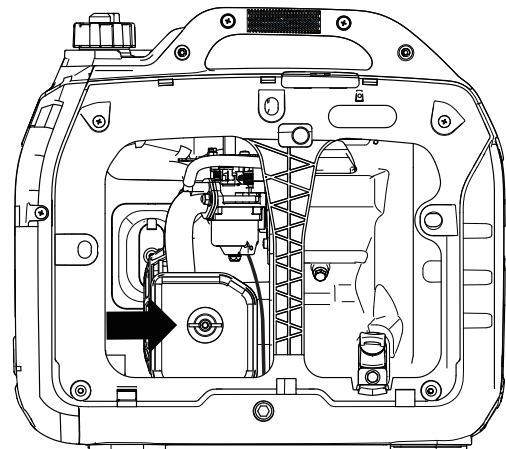

Abbildung 14: Luftfilterabdeckung abschrauben
3. Schrauben Sie die Luftfilterabdeckung ab und kippen Sie die Abdeckung nach unten (siehe Abbildung 14).